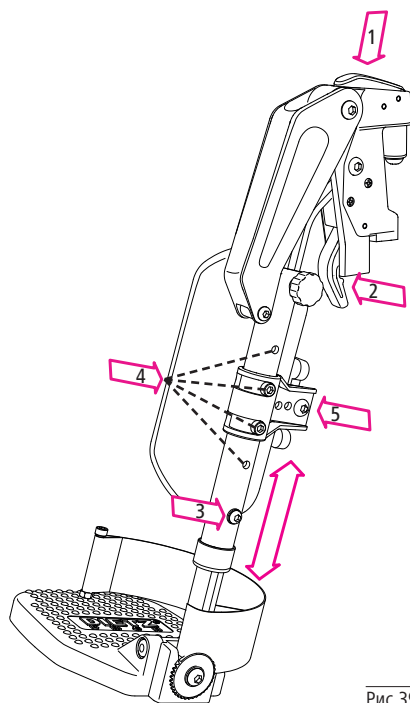

Рис.39
2. Щоб відкинути підніжку, натисніть кнопку (1, рис. 39) або потягніть фіксуючий важіль (2, мал. 39) вперед.
1. Послабте гвинт з внутрішнім шестигранником (3, рис. 39) на один-два оберти. Трубка пластини підніжки тепер вільна, її можна перемістити вгору або вниз.
1. Відкрутіть два гвинти з шестигранною головкою тримача подушки для литок (4, рис. 39).
3. Щоб відрегулювати глибину, послабте шестиграний гвинт (5, рис. 39).